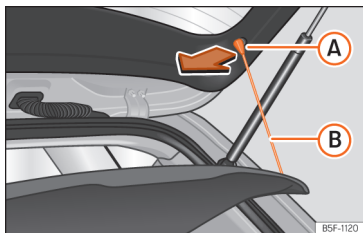

Fig. 137 Nel bagagliaio: smontare e montare il ripiano.
- Sganciare i tiranti di sostegno »» fig. 137 (B)
- Sganciare i tiranti di sostegno »» fig. 137 (A).
- Agganciare i tiranti di sostegno »» fig. 137 (B) nel portellone posteriore.